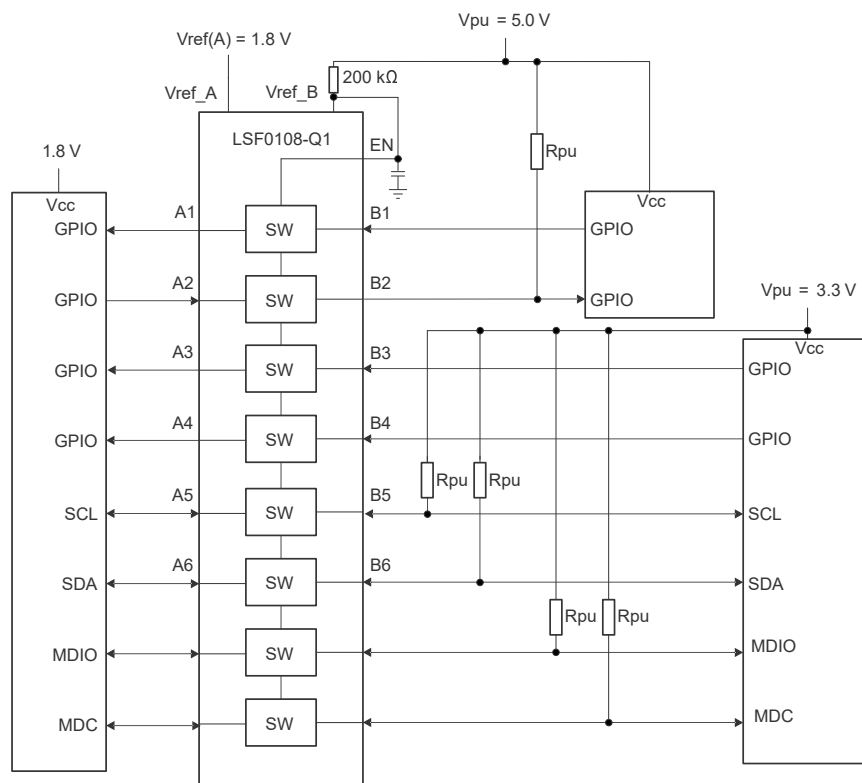

图 9-1. 双向转换至多个电压电平
- $V_{CCB}/V_{CCA}$  与  $V_{ref\_B}$  或  $V_{ref\_A}$  不同： $V_{CCB}$  是指提供给 LSF 器件的 B 侧电源电压，而  $V_{ref\_B}$  是指 200k $\Omega$  电阻器另一侧的  $V_{ref\_B}$  引脚（图 9-1 的引脚 7）处的电压
如图 9-1 所示， $V_{ref\_B}$  通过 200k $\Omega$  电阻器连接到 5V 的  $V_{PU}$  电源， $V_{ref\_A}$  连接到 1.8V 电源。A1 和 A2 通道的最大输出电压等于  $V_{ref\_A}$ ，B1 和 B2 通道的最大输出电压等于  $V_{PU}$ 。
图 9-1 显示了基准电源电压  $V_{ref\_A}$  如何连接到 1.8V 处理器内核电源， $V_{ref\_B}$  如何通过  $200k\Omega$  电阻器连接到 5V 电源。A3 和 B4 的输出电压最大值为  $V_{ref\_A}$ ，双向接口（Ch5/6、MDIO、MDC）的输出电压最大值为  $V_{pu}$ 。